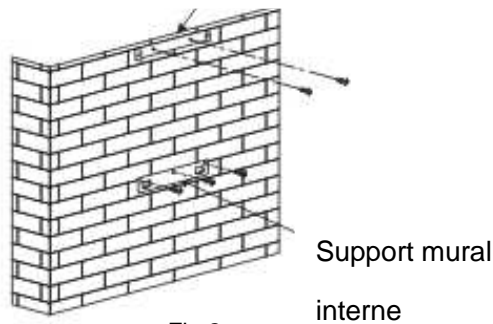

Fig.2
3. Percez des trous de 5 \varnothing 8 mm dans un endroit approprié pour accrocher le crochet et le support de cheminée une fois que la hauteur de l'installation est fixée et maintenez-la en ligne. La position fixe du support de cheminée intérieur est le lieu de la cheminée. Voir Fig. 2.
4. Visser et serrer le crochet au mur avec les 3 vis (4 mm x 40 mm) et les chevilles fournies. Utiliser ensuite 2 vis ST4 * 40mm pour fixer le support de cheminée intérieur. Voir Fig. 2.